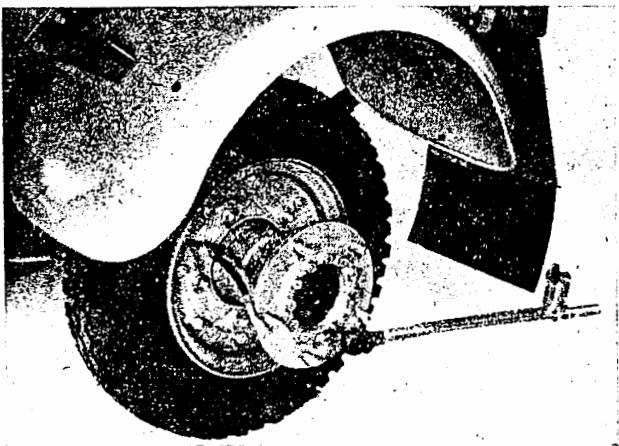

Bild H 41. Befestigung des Radflansches
- (1) Schalthebel
- (2) Drucktaster
- (3) Zugfeder
- (4) Seilzug
- (5) Elektrische Leitung zur Anzeigeleuchte
- (6) Hülse (Einbau und Schlitz nach oben – dient als Sicherung gegen das Herausfallen des Seilzuges aus dem Widerlager)
12. Beim Anziehen des Radflansches die Sechskantschrauben $M 10 \times 50$ TGL 0-931-10.9 über Kreuz mit einem Anzugsmoment von 50_{+20} Nm (5_{+2} kpm) festziehen (Bild H 41).